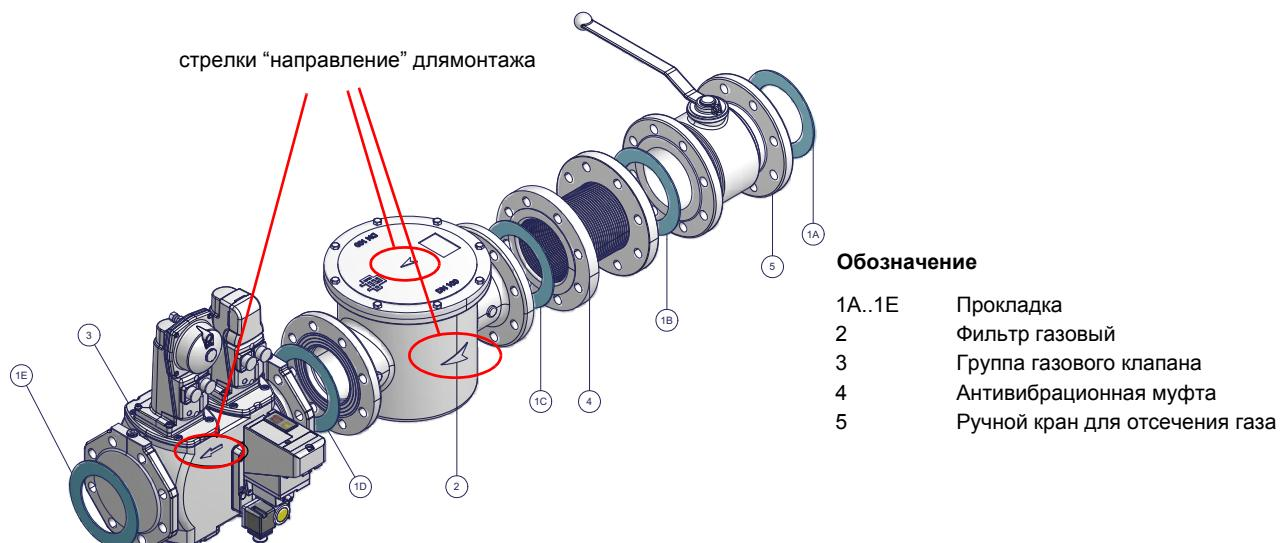

Рис. 4 - Пример газовой рампы
- 1- б) при фланцевых соединениях: между соседними компонентами устанавливать прокладку (1A..1E - Рис. 4), совместимую с используемым газом,
ВНИМАНИЕ: после монтажа газовой рампы согласно схеме на Рис. 4, необходимо провести тестирование на герметичность газового контура, согласно требований действующих нормативов.